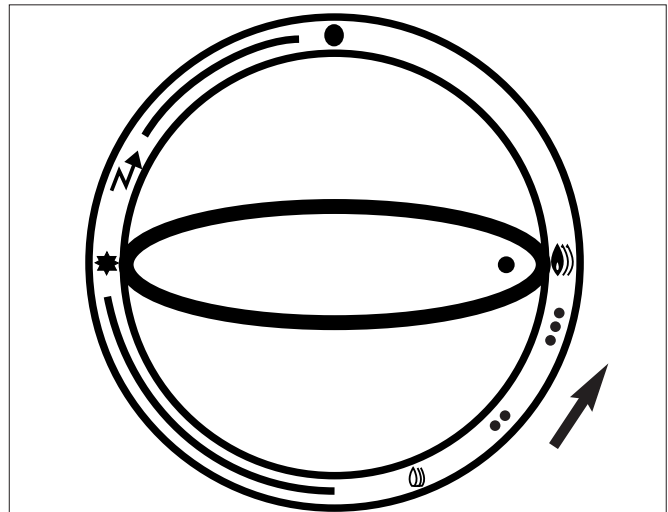

Fig. 13
- La veilleuse étant allumée, maintenir la position repère "★" quelques secondes pour armer la sécurité thermocouple puis amener (en tournant toujours dans le sens de la flèche) le bouton dans la plage "☺" à "☺☺" (fig. 13).